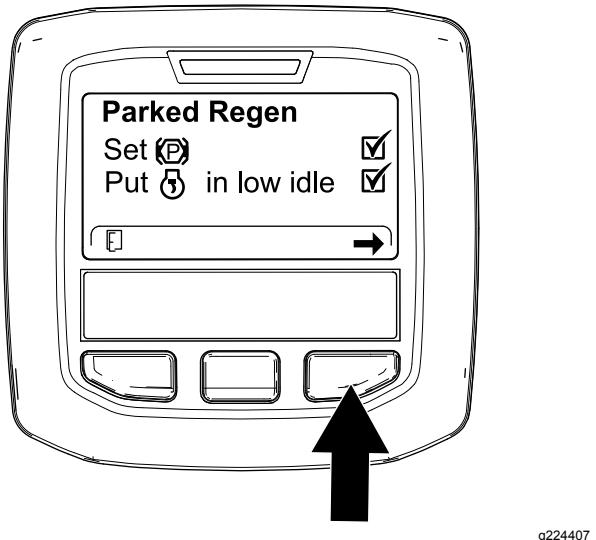

Figure 60
3. Sur l'écran de la liste de contrôle du FAP, confirmez que le frein de stationnement est serré et que le moteur tourne au ralenti (Figure 60).